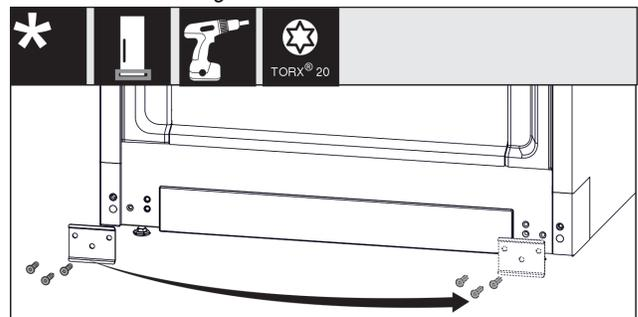

Fig. 14
- ▶ Dévisser la plaque, la placer de l'autre côté et la revisser. Fig. 14 (1)